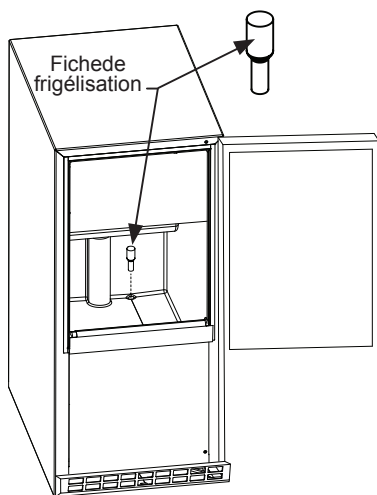

Figure 5
13. Installez la prise de frigérisation dans le trou de vidange d'eau à l'intérieur du bac à glaçons (Figure 5).